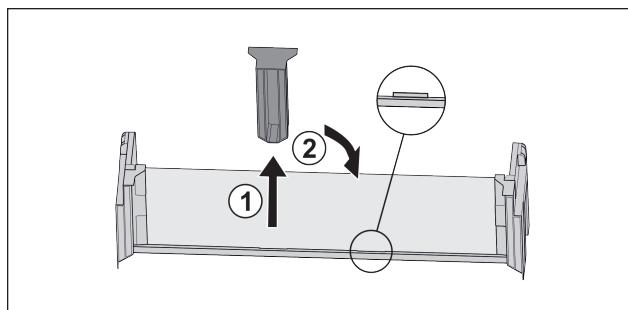

Fig. 54
- Снимите среднюю поддерживающую деталь Fig. 54 (1).
- Вставьте среднюю поддерживающую деталь во вторую позицию Fig. 54 (2).